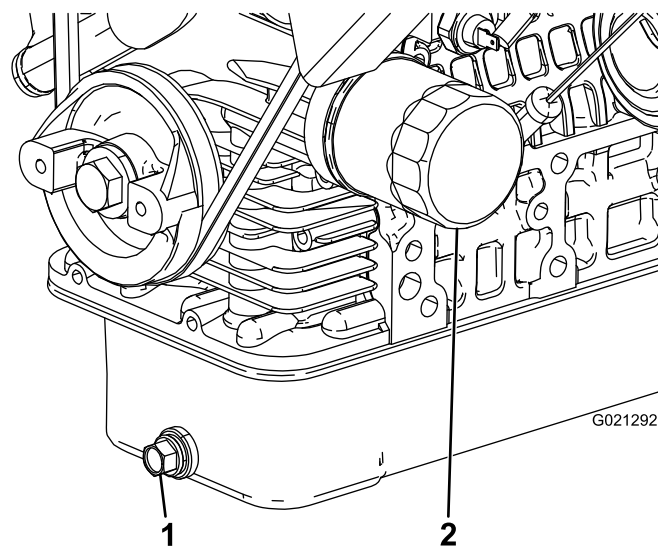

Figura 46
2. Togliere il tappo di spurgo e lasciare defluire l'olio in una bacinella (Figura 46).
4. Togliere il filtro dell'olio (Figura 46).